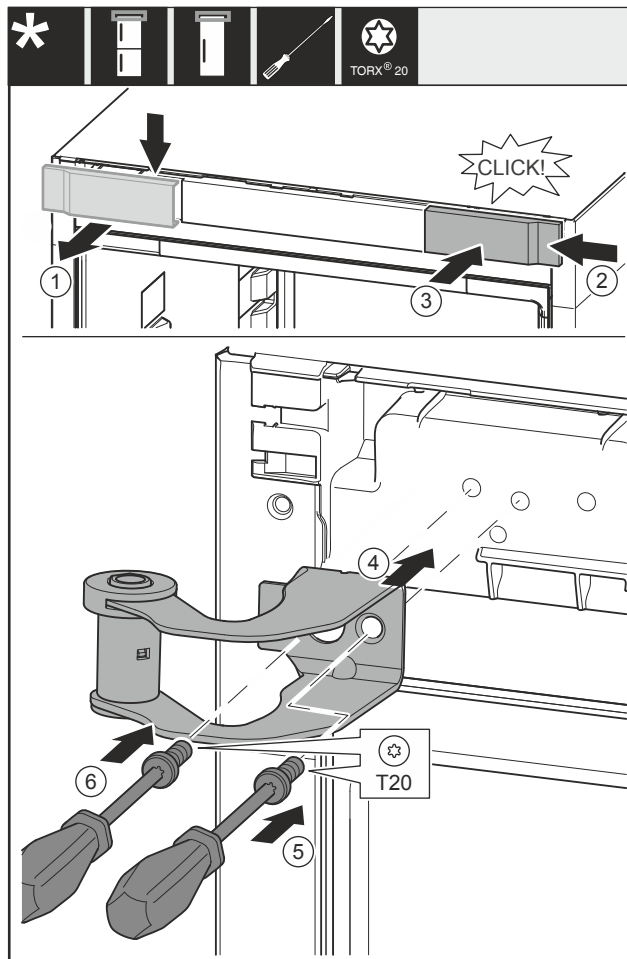

Fig. 15
- ▶ Снимите крышку Fig. 15 (1) сверху вперед.
- ▶ Навесьте крышку Fig. 15 (2), повернув ее на 180°, справа с другой стороны.
- ▶ Зафиксируйте крышку Fig. 15 (3).
- ▶ Установите верхний опорный кронштейн Fig. 15 (4).
- ▶ Затяните винт Fig. 15 (5).
- ▶ Затяните винт Fig. 15 (6).